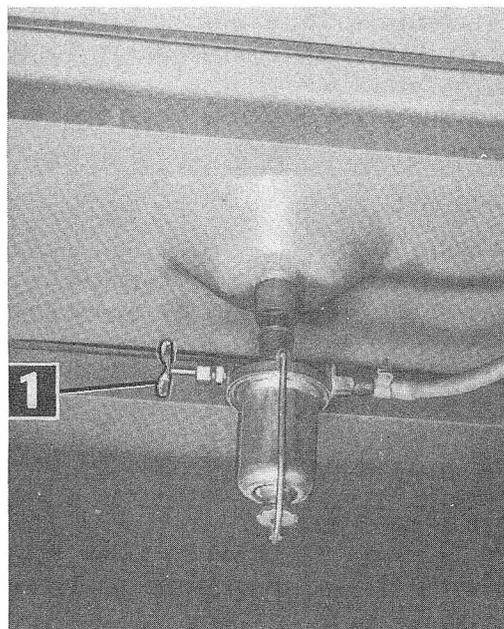

FIG. 7
- vi sia sufficiente gasolio nel serbatoio ed il rubinetto (1 - fig. 7) sia aperto;